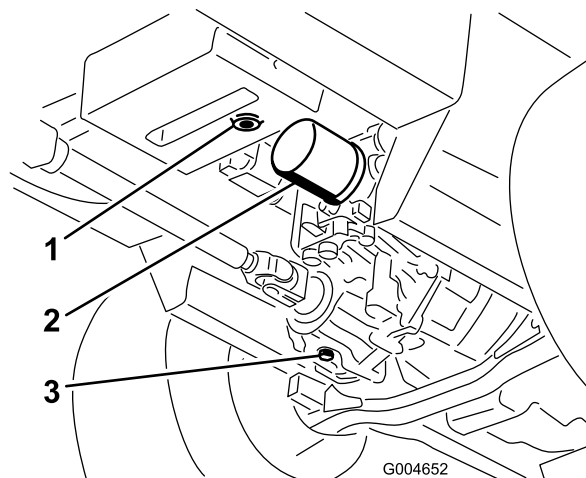

図 61
3. 油圧オイルタンクとトランスミッションケースの下にオイルを受ける大型の容器を置き、それぞれのドレンプラグを外してタンク内のオイルを完全に排出、回収する (図 61)。
4. 油圧オイルフィルタ取り付け部の周辺をウェスできれいに拭き、フィルタを外す (図 61)。